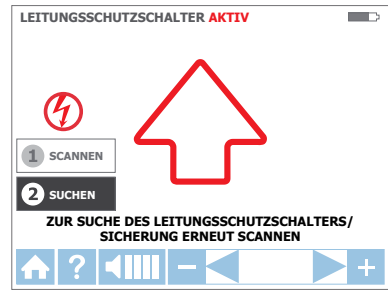

Abbildung 3.3d: SUCHEN-Modus – suchen nach dem/der richtigem Leitungsschutzschalter/Sicherung
Schritt 2 – ② SUCHEN
1. Wählen Sie nun den SUCHEN-Modus, indem Sie die Richtungspfeile verwenden und die gelbe ENTER-Taste drücken (Abbildung 3.3d).